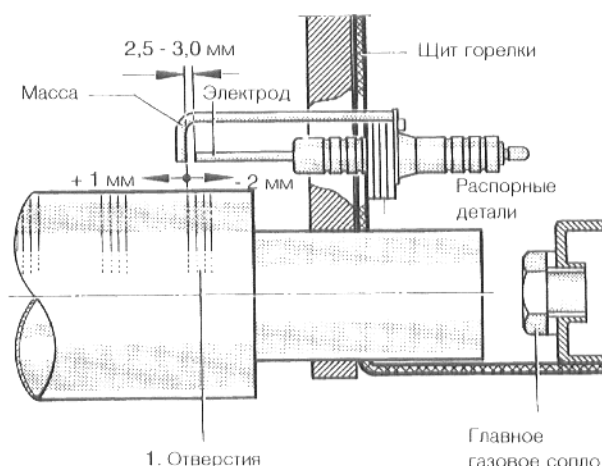

Рис. 28. Положение искры зажигания над отверстиями
* При замене поджигающего электрода, необходимо следить за положением искры зажигания, над отверстиями (рис. 28). При отклонениях, произвести коррекцию посредством добавления или устранения распорных деталей.